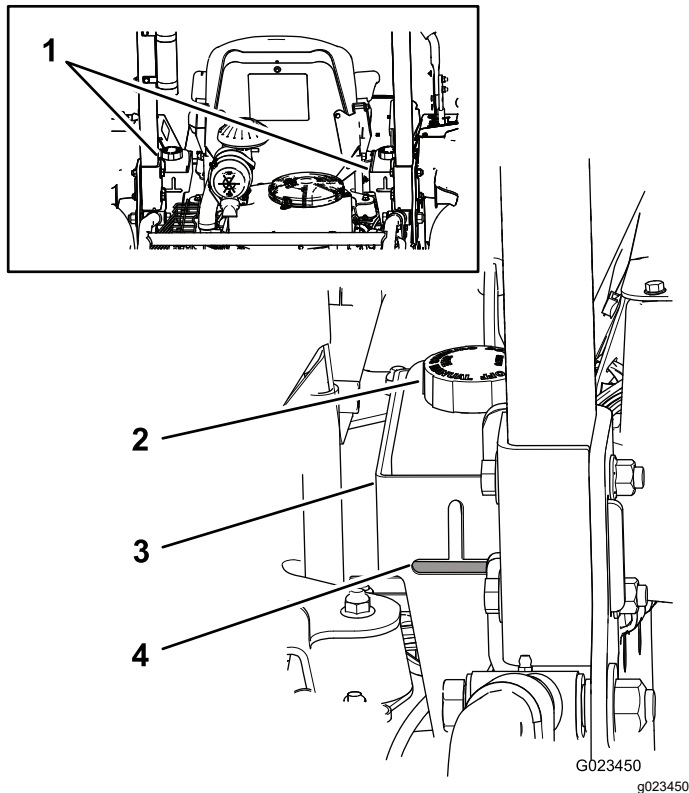

Figure 73
hydrauliques (Figure 73), faites l'appoint jusqu'à ce que le niveau d'huile soit acceptable. **Ne remplissez pas les réservoirs excessivement.** Si le niveau de liquide atteint le haut de la partie horizontale du regard de niveau, il n'est pas nécessaire de faire l'appoint. Le liquide de remplacement recommandé est le suivant :
Remarque: Le niveau de liquide doit atteindre le bas de chaque ouverture, comme montré à la Figure 73.
- A. Nettoyez la surface autour des bouchons des réservoirs de liquide hydraulique pour éviter que des impuretés ne pénètrent dans le système (Figure 73).